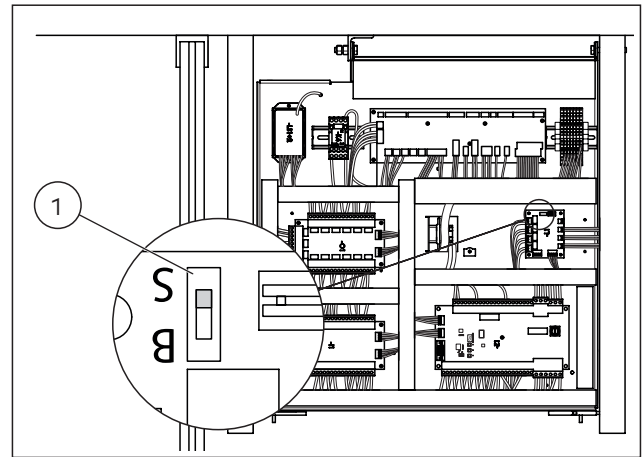

Abb. 104 DIP-Schaltersperrplatte in der Steuerung
- Der DIP-Schalter (Abb. 104/1) auf der Schlossplatte der Steuerung muss auf S gestellt sein.